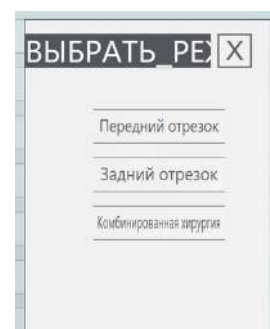

Fig. 189: Режим
5. Выберите **РЕЖИМ** [C]; отобразится всплывающее окно (рис. 189).